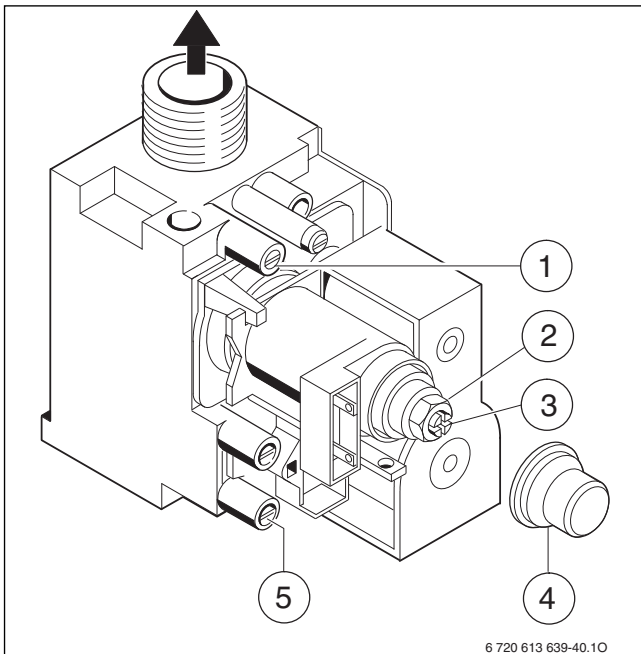

Bild 46 Gasarmatur
- Dichtschaube am Mess-Stutzen für Düsendruck (→ Bild 46, [1]) lösen und U-Rohrmanometer anschließen.
- Abdeckung (→ Bild 46, [4]) entfernen.
- Für „max“ angegebenen Düsendruck (mbar) aus Tabelle Seite 56 entnehmen. Düsendruck über Einstellschraube max. Gasmenge (→ Bild 46, [2]) einstellen. Rechtsdrehung mehr Gas, Linksdrehung weniger Gas.
- Für „min“ angegebenen Düsendruck (mbar) aus Tabelle Seite 56 entnehmen. Düsendruck über Einstellschraube min. Gasmenge (→ Bild 46, [3]) einstellen.
- ▶ Dichtschaube am Mess-Stutzen für Gas-Anschlussfließdruck (→ Bild 46, [5]) lösen und Druckmessgerät anschließen.
- ▶ Abdeckung (→ Bild 46, [4]) entfernen.
- ▶ Für „max“ angegebene Gasdurchflussmenge aus Tabelle Seite 56 entnehmen. Gasdurchflussmenge über Gaszähler an Einstellschraube max. Gasmenge (→ Bild 46, [2]) einstellen. Rechtsdrehung mehr Gas, Linksdrehung weniger Gas.
- ▶ Für „min“ angegebene Gasdurchflussmenge aus Tabelle Seite 56 entnehmen. Gasdurchflussmenge über Gaszähler an Einstellschraube min. Gasmenge (→ Bild 46, [3]) einstellen.